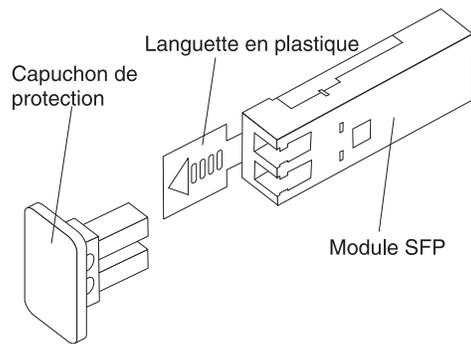

Figure 15. Le module SFP et son capuchon de protection
2. Retirez le capuchon de protection du module SFP, comme illustré dans la figure 15. Conservez le capuchon de protection pour une utilisation ultérieure.
2. Si nécessaire, retirez le capuchon de protection du module SFP, comme illustré dans la figure 15, à la page 30. Conservez le capuchon de protection pour une utilisation ultérieure.